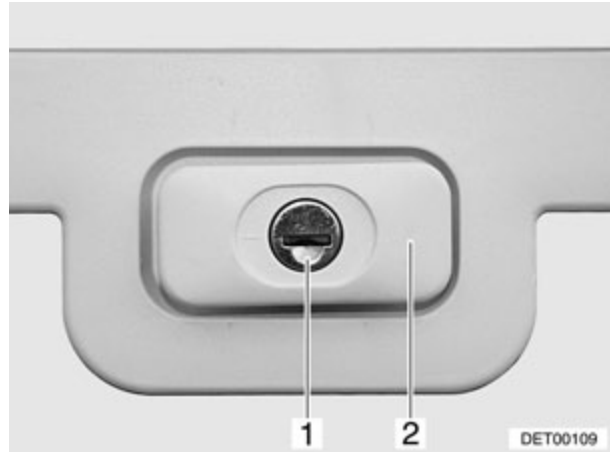

Fig. 28 Cerradura de la trampilla (variante 2)
- Introducir la llave en el cilindro de cierre (Fig. 28,1) y girarla un cuarto de vuelta. El asidero de la cerradura (Fig. 28,2) se abre de golpe.
- Girar el asidero de la cerradura (Fig. 28,2) hasta que esté en posición horizontal. Ahora, la cerradura de la trampilla está bloqueada, pero no cerrada.
- Introducir la llave en el cilindro de cierre (Fig. 28,1).